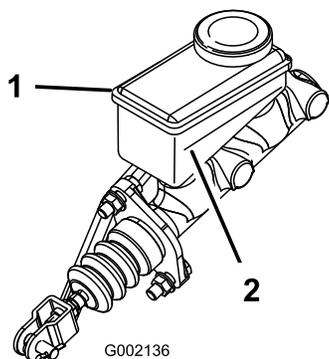

Figura 18
3. Observe o nível do fluido na parte lateral do reservatório (**Figura 18**).
- B. Adicione fluido dos travões DOT 3 ao reservatório até o nível do fluido estar acima da linha de mínimo (**Figura 18**).